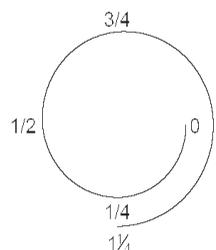

Fig. 1
4. Apriete la tuerca 1/4 vuelta (Fig. 1) con la llave, manteniendo firmemente el cuerpo del rácor.